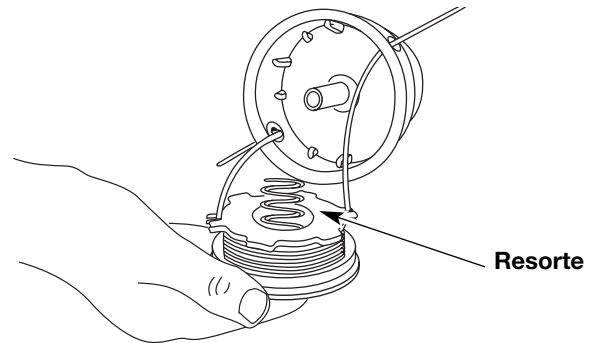

Fig. 23
13. Inserte los extremos de la línea a través de los ojajillos de la bobina exterior y coloque el carrete interior con el resorte dentro de la bobina exterior (Fig. 23). Empuje el carrete interior y la bobina exterior entre sí. Mientras sostiene el carrete interior y la bobina exterior, tome los extremos y tire con firmeza para soltar la línea de las ranuras de fijación de la bobina.
5. Inserte los extremos de la línea en los ojajillos de la bobina exterior (Fig. 23).